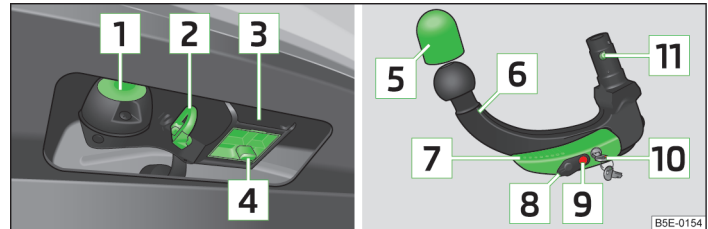

Abb. 146 Träger der Anhangvorrichtung / Kugelstange
- Die Kappe **4** » Abb. 146 auf Seite 157 nach unten abziehen.
- Die Abdeckkappe **4** » Abb. 146 auf Seite 157 auf den Aufnahmeschacht stecken.